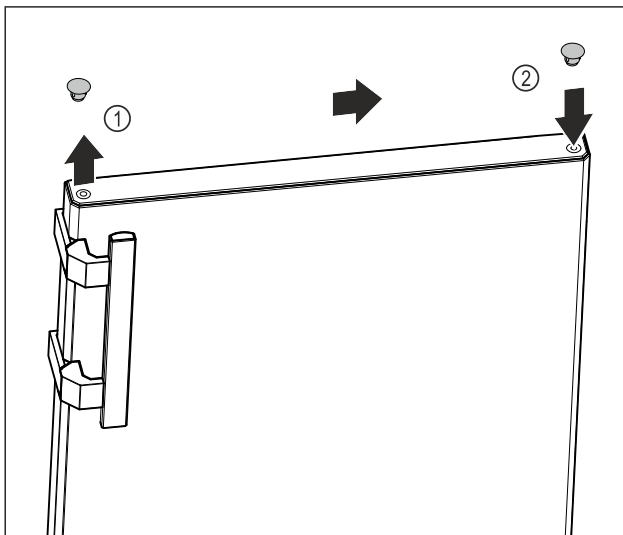

Fig. 18
- ▶ Ridicați cu precauție dopurile de acoperire de pe partea superioară a ușii Fig. 18 (1) cu șurubelniță plată.
- ▶ Montați dopurile de acoperire pe partea opusă. Fig. 18 (2)